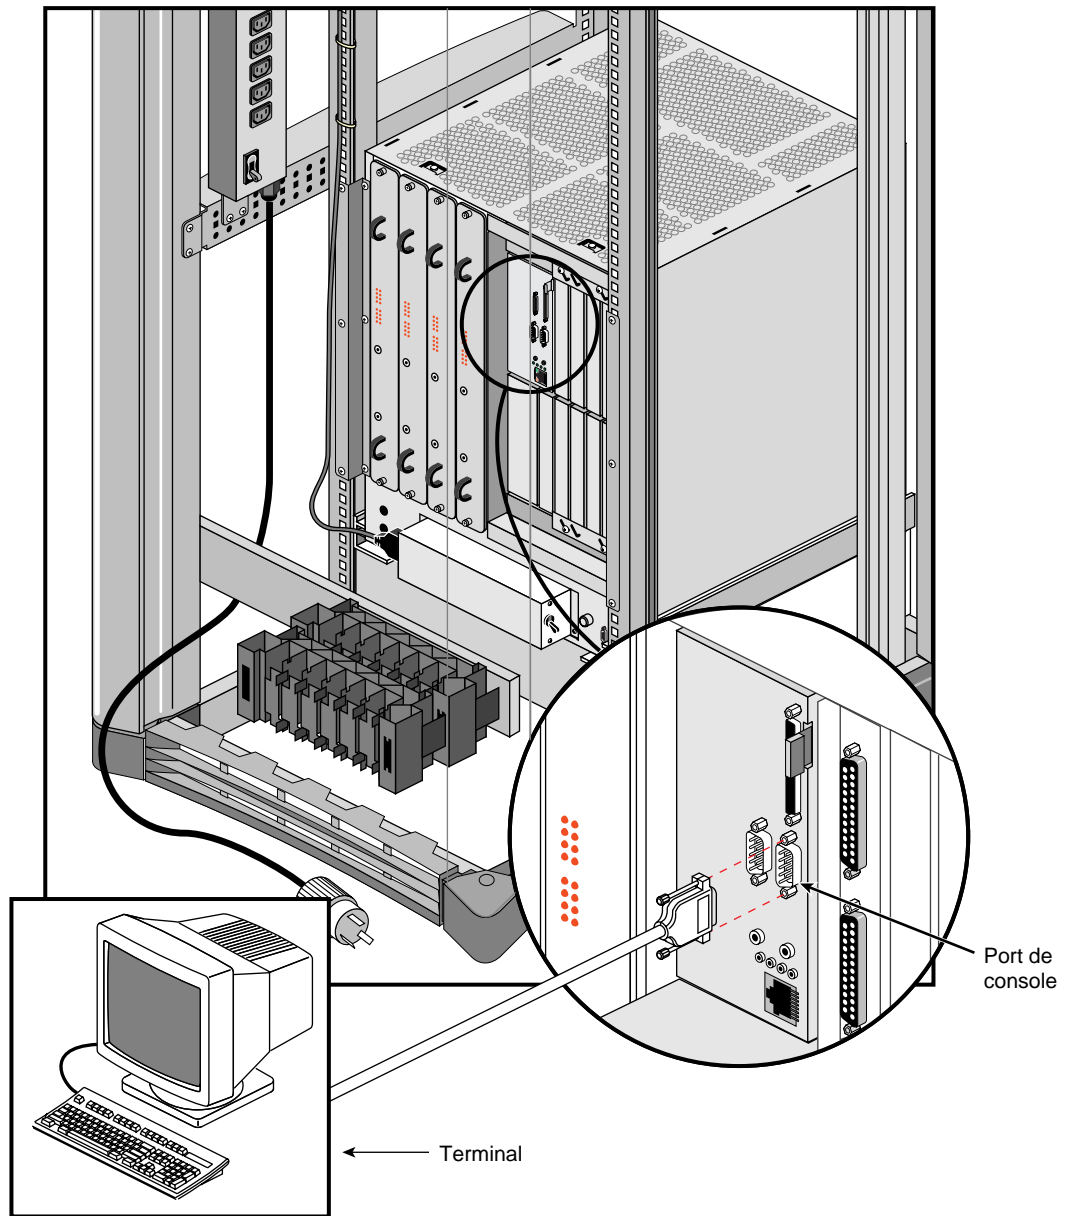

Figure 5-1 Connexion d'un terminal
5. Fixez le sous-connecteur D 9 broches du câble au connecteur série étiqueté "Console Port" sur le panneau d'E/S du module (Figure 5-1).